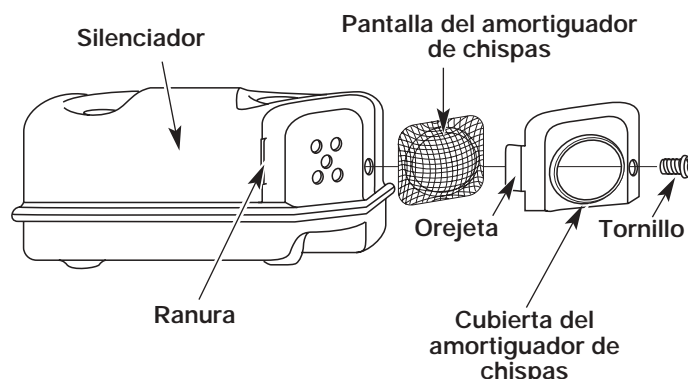

Fig. 74
2. Con un destornillador de vástago plano o broca Torx T20, saque el tornillo que conecta la cubierta del amortiguador de chispas al silenciador (Fig. 74).